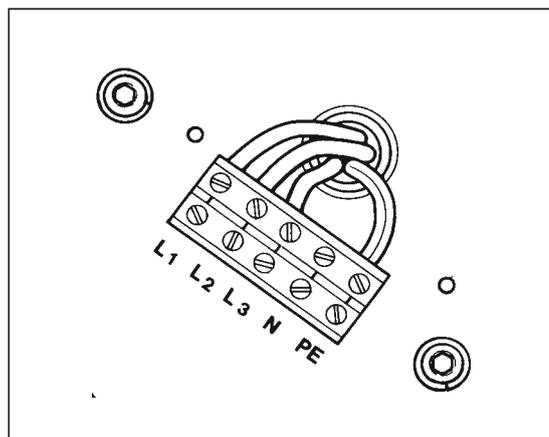

Fig.4
- Sluit de 3 fasen aan op de klemmen gemerkt L1,L2,L3 (fig.4)